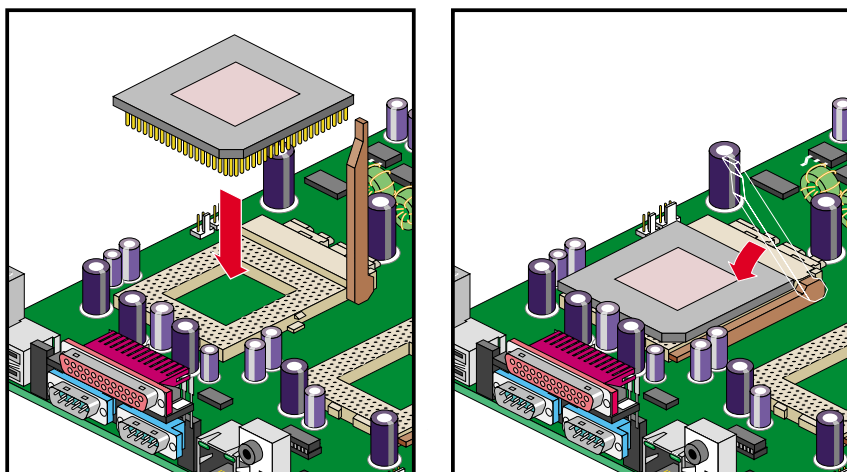

Figura 3-2 Bloqueo de la nueva CPU en el receptáculo
3. Presione la palanca del receptáculo hacia abajo para bloquear la nueva CPU en él, como se muestra en la Figura 3-2.